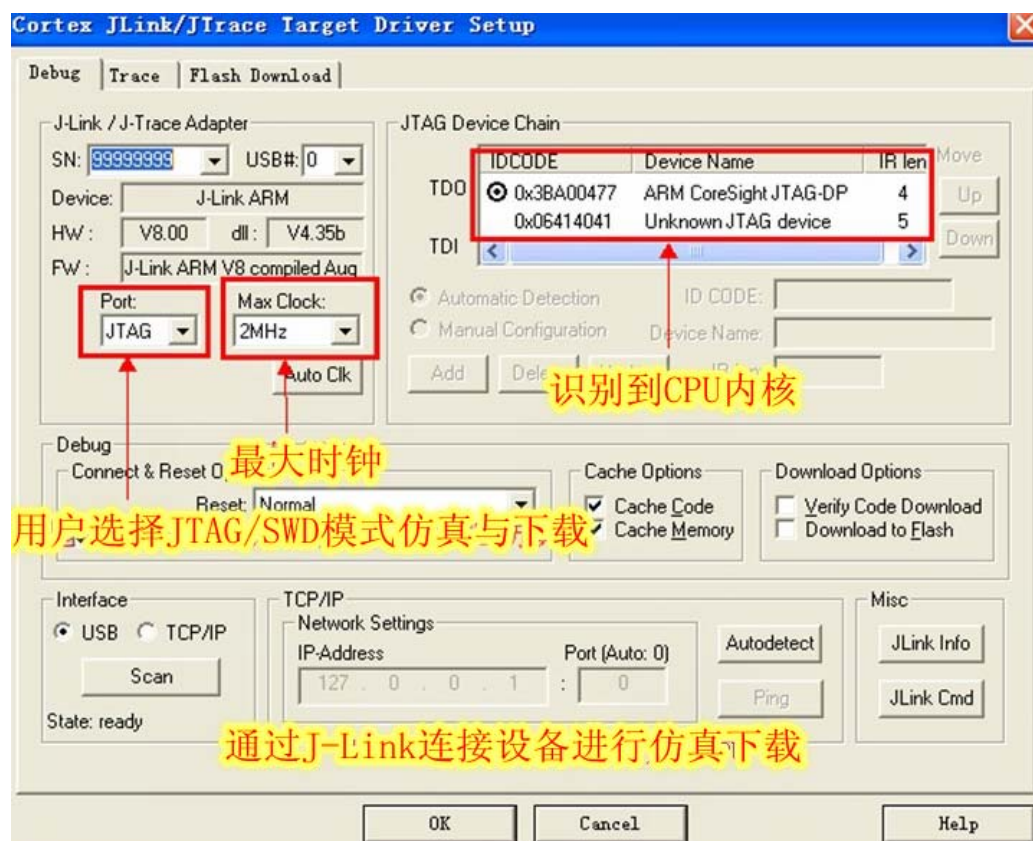

图 4-89 板子连接情况与模式的设置
3.点 Settings 按钮，查看是否识别到了目标板 CPU（注意，此处目标板应该上电，并将 JLINK V8 与模板连接好，JLINK V8 也需要上电），正常识别如下图 4-89 所示，设置完点 OK 退出。